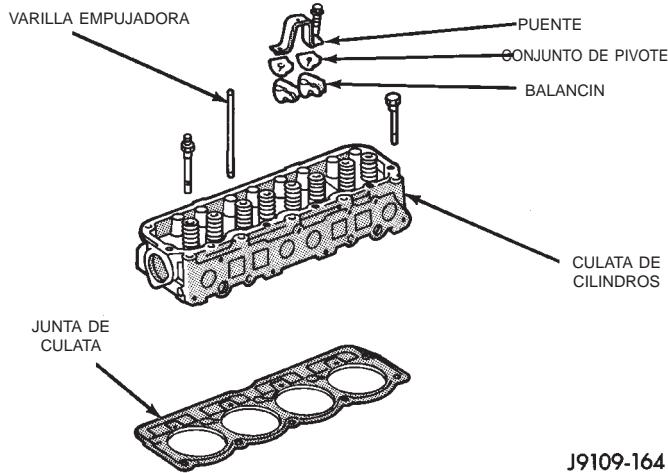

Fig. 34 Conjunto de culata de cilindros del motor
(9) Si está equipado, desconecte el soporte de la bomba de la dirección asistida. Mantenga la bomba y el soporte a un lado. NO desconecte las mangueras.
(10) Lleve a cabo el procedimiento de liberación de presión de combustible (para informarse sobre los procedimientos apropiados, consulte el grupo 14, Sistemas de combustible).
(11) Retire el collarín asegurador y desconecte la manguera de suministro de combustible.
(12) Retire de la culata de cilindros del motor los tubos múltiples de admisión y escape del motor (para informarse sobre los procedimientos apropiados, consulte el grupo 11, Sistema de escape y tubo múltiple de admisión).
(13) Numere y desconecte los cables del encendido y retire las bujías.
(14) Desconecte el conector del conjunto de transmisor de temperatura de refrigerante.
(15) Retire los pernos de la culata de cilindros del motor.
(16) Retire la culata de cilindros del motor y la junta (Fig. 34).
(17) Si es la primera vez que se retiran los pernos, hágales una marca de pintura en la cabeza. Si ya tienen la marca o si no se sabe si ya han sido usados, deséchelos.
(18) Coloque paños de taller limpios, sin pelusas, en los huecos de los cilindros.